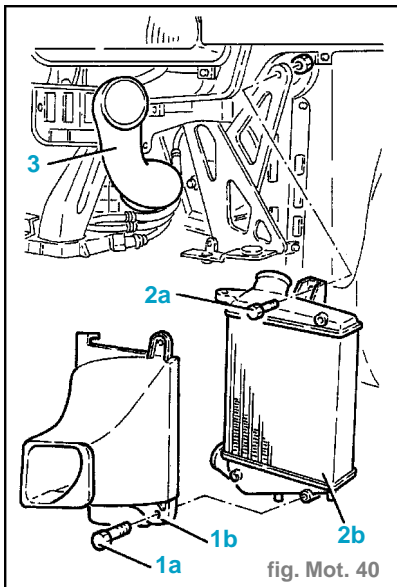
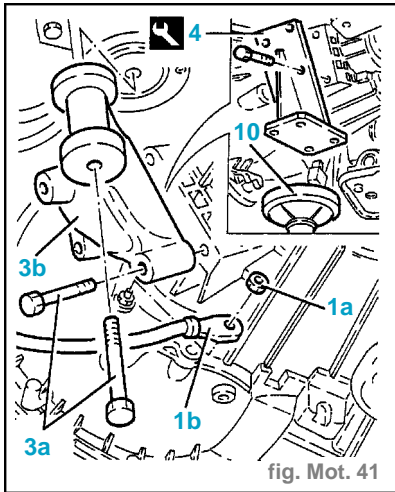
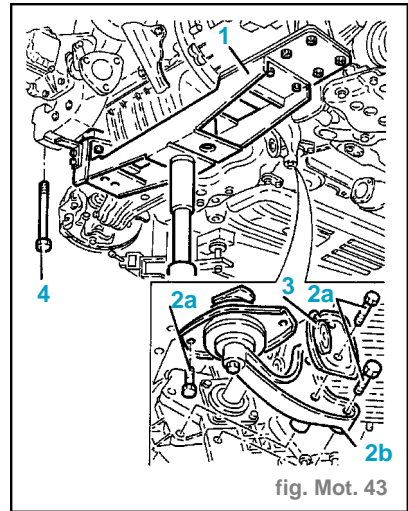

fig. Mot. 40
fig. Mot. 41
fig. Mot. 43
- Dévisser les vis (1a) et déposer le convoyeur d'air (1b) pour l'échangeur de chaleur air-air de suralimentation. (fig. Mot. 40)
- Déposer la prise d'air froid (3) pour le filtre à air.
- Dévisser l'écrou (1a) et déconnecter le câble de masse (1b) de la boîte de vitesses. (fig. Mot. 41)
- Placer l'outil (1) pour la dépose du groupe motopropulseur ainsi assemblé sous le groupe du motopropulseur et le fixer à l'outil précédemment monté (fig. Mot. 43)
- Récupérer le support rigide (3) de la tuyauterie de décharge.
- Dévisser la vis (4) du support rigide du motopropulseur du côté de la distribution au tampon élastique.
- Resserrer au couple la vis (4) du support rigide du motopropulseur du côté de la distribution au tampon élastique. (fig. Mot.43)
- Monter le support intermédiaire du groupe du motopropulseur (2b) y compris le support rigide de la tuyauterie de décharge (3) et le fixer avec les vis relatives (2a) au couple.
- Monter le support intermédiaire du groupe du motopropulseur (3b) et le fixer avec les vis relatives (3a) au couple. (fig. Mot. 41)